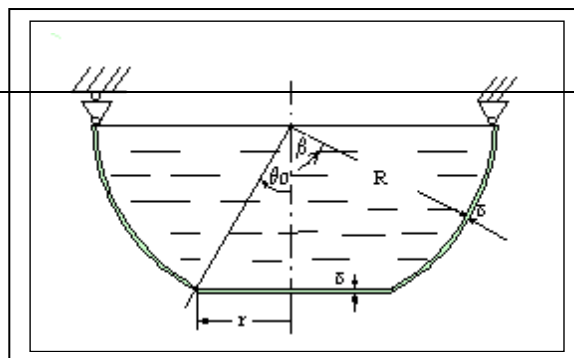

图 1
1、部分球形容器的底部为薄园平板，如图 1 所示，内部盛装密度为 ρ 的介质，液面上方的压力为大气压，几何参数如图所示，试分别采用薄壳无矩理论和园平板理论导出部分球壳和园平板中的两向薄膜应力表达式。(20 分)